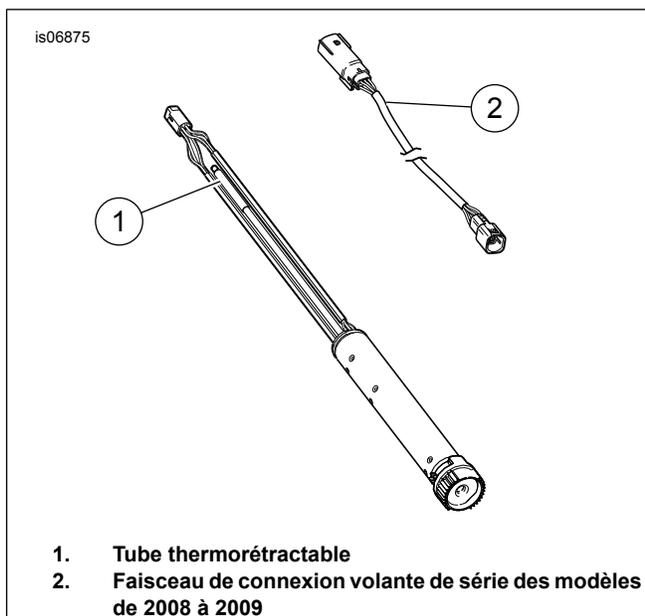

Figure 2. TGS et faisceau des modèles de 2008 et 2009
3. Voir Figure 2 . Débrancher le faisceau de connexion volante du TGS et du faisceau principal, et mettre au rebut le faisceau de connexion volante de série (2).